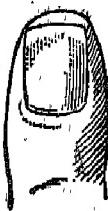

Fig. 9. — Un ongle d'orteil bien taillé. Carré à l'extrême.
d) Lavage des pieds et de l'anus. — Lavez vos pieds chaque soir avant de vous coucher. Veillez à ce que leurs ongles soient toujours courts et bien taillés (fig. 9). Lavez aussi chaque soir la région de l'anus, qui doit être tenue très propre.